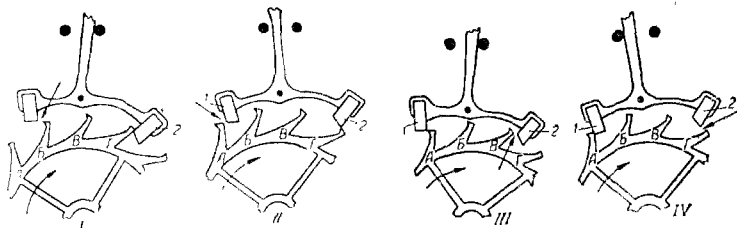

Рис. 111. Кути падіння.
П а д і н н я визначається як вільний оберт анкерного колеса з моменту, коли один зубець залишить площину імпульсу палети, а другий — упаде на площину спокою протилежної палети. Цей оберт показано на рис. 111, I—IV.
**Г а р а н т о в а н и й з а з о р** — відстань між зубцями анкерного колеса і палетами, показана стрілками на рис. 111
Г л и б о к и й х і д — так називають положення, коли кут спокою надмірно великий. Відстань від грані палети *д* до вершини зубця *б* більша від нормальної (див. рис. 111). Цей дефект усувається переставлянням палет. При глибокому ході відбувається зайве затрачання енергії балансу на звільнення вилки з-під зубця анкерного колеса, що кінець кінцем негативно відбивається на точності ходу годинника.